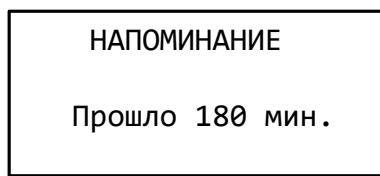

Рисунок 7 – Напоминание об испытании
4.4.6 На аппарате может быть установлено напоминание для следующего испытания. Для этого в меню выбрать пункт «Таймер» (см. рисунок 6) и нажать [Пуск] несколько раз, при этом будет меняться время до напоминания в минутах: --- ▶ 30 ▶ 60 ▶ 90 ▶ 120 ▶ 180 ▶ 240 ▶ 300 ▶ 360 ▶ ---, где «---» – таймер отключен. Для ввода произвольного времени от 1 до 9999 минут нажать [Режим] и отредактировать значение; при вводе 0 таймер отключится. После запуска таймера отсчёт времени отображается в заголовке окна ожидания (например, «ТАЙМЕР 180» – до напоминания осталось 3 часа). По истечению заданного времени на дисплей выдаётся сообщение (рисунок 7) и воспроизводится повторяющийся звуковой сигнал.